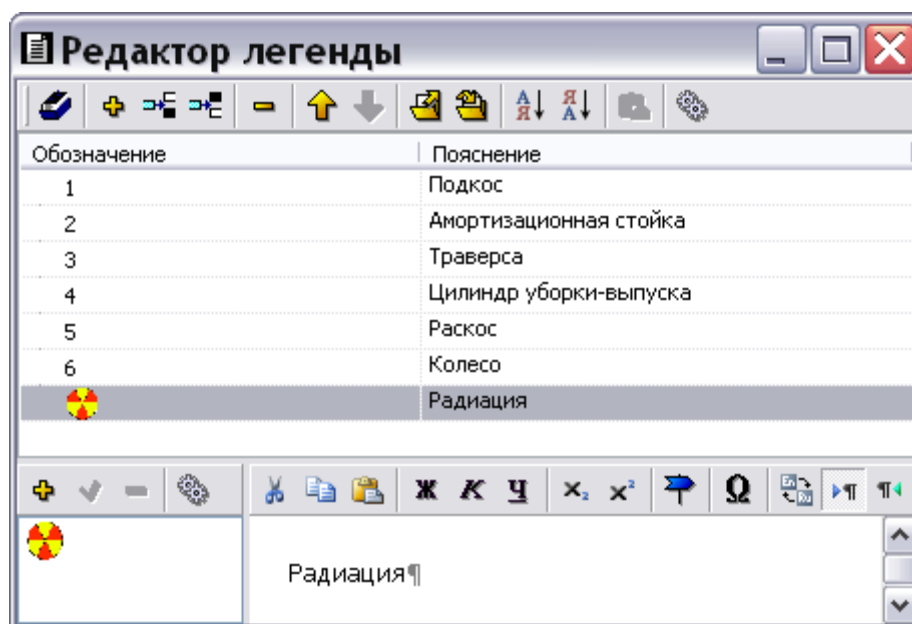

Рис. 5.181
8. В диалоговом окне **Текст обозначения** нажмите на кнопку **ОК**. После этого изображение символа появится в окне **Редактор легенды** в колонке **Обозначение** (Рис. 5.181).
9. В разделе **Пояснение** напротив изображения символа введите надпись «Радиация» (Рис. 5.181).